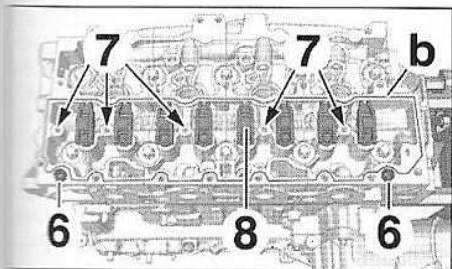

FIG.111
- la présence des douilles de centrage (6) sur la culasse (Fig.111).
- Remplacer systématiquement les joints (7).
- Contrôler l'état des poussoirs hydrauliques et les linguets à rouleaux (8).